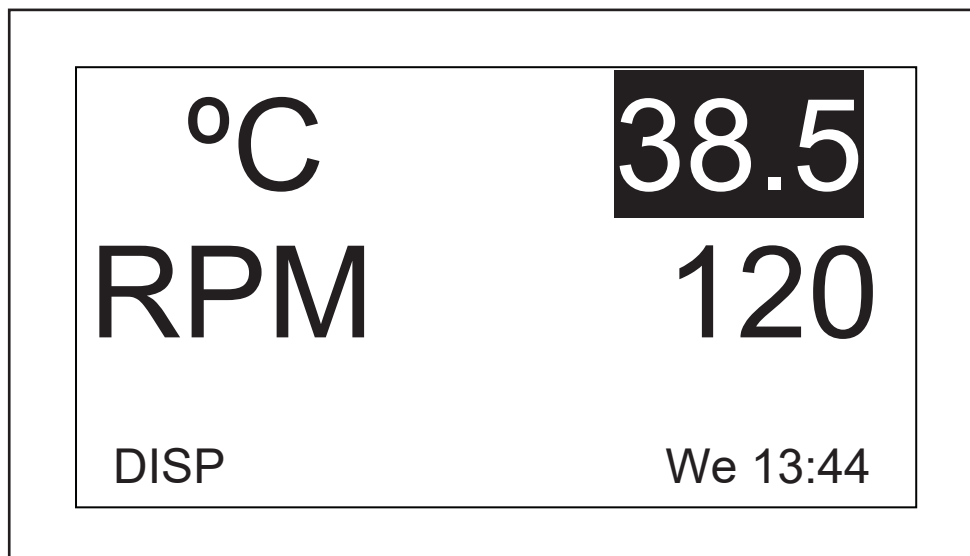

Рис. 9-3: Изменение заданного значения
2. Нажмите на ручку для отображения текущего заданного значения (в этом примере 38,5 (см. рис. 9-3 на стр. 52)), которое начнет мигать.